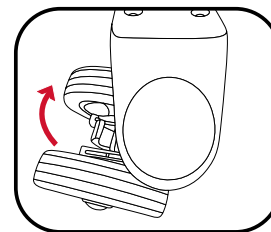

Figure 5
7. Tournez la roue arrière de 180° afin qu'elle soit sous le carter (Figure. 5)